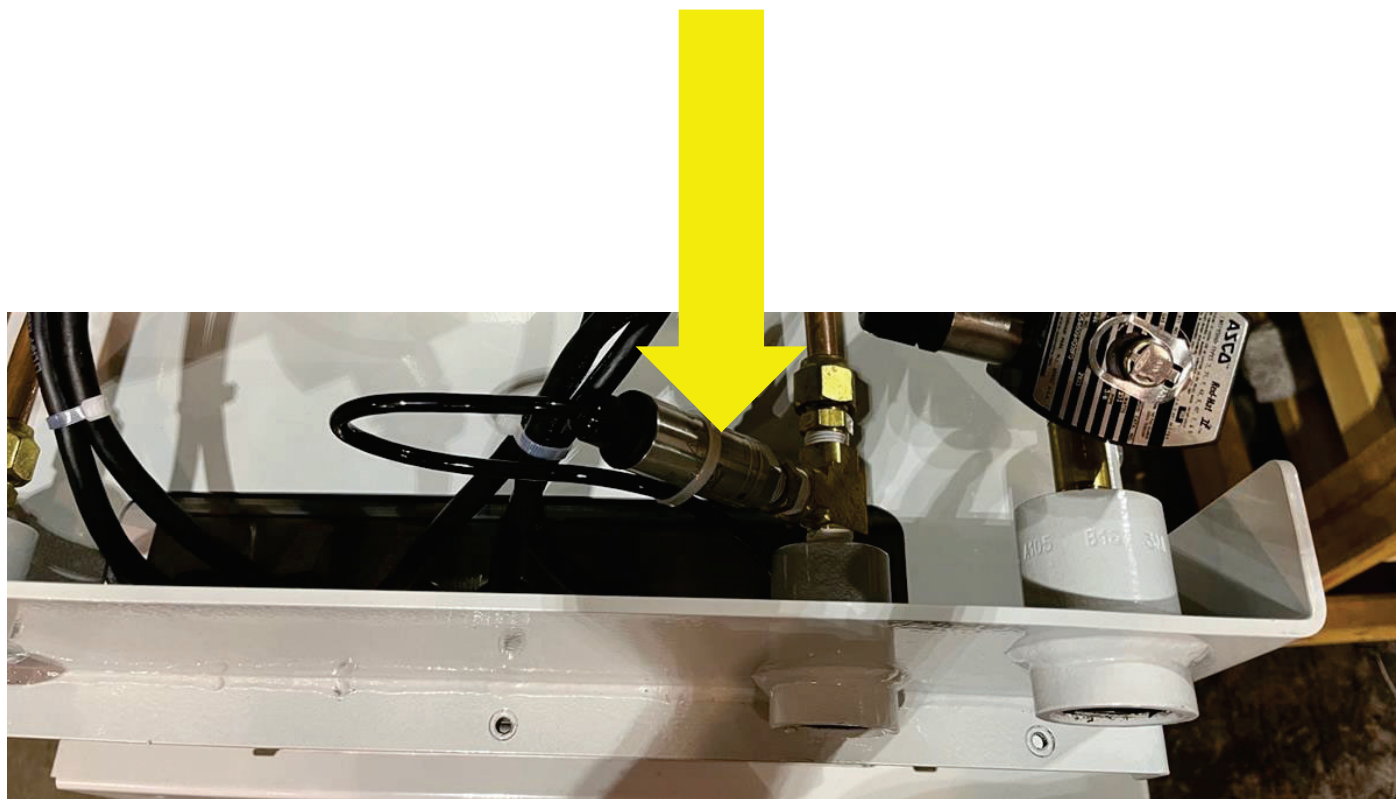

Figura 9-5: Relé de estado sólido de la bomba de vacío
Vea la Figura 9-5.
- **Vea la Figura 9-5**